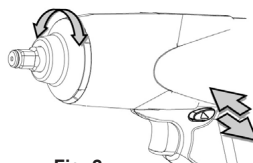

Fig. 2
4. Gebruik de staaf voor vooruit/achteruit op de aandrijfeenheid om de machine de andere kant op te laten werken (zie fig.2). De aanwijzingen voor de rotatie worden ook weergegeven op de voorkant van de balk.